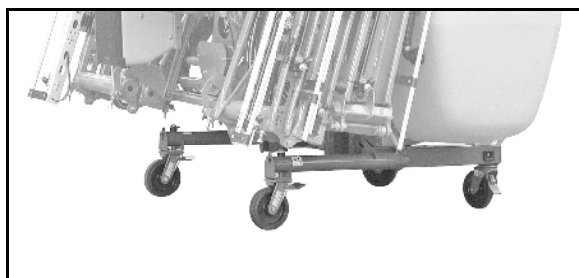

図 8
- 置いてある機械の転倒を防ぐための左右のパーキングサポート (図 8)